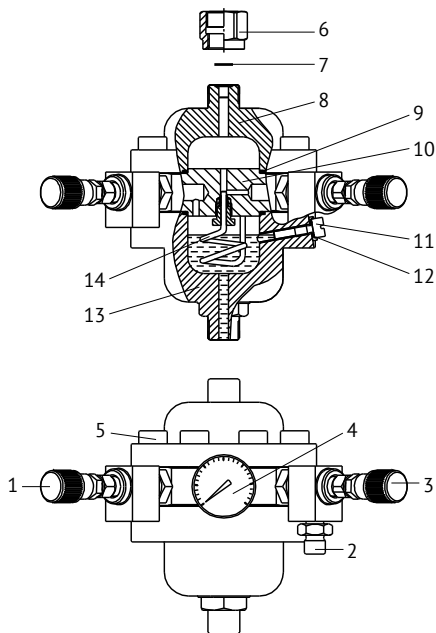

Рис. 1. Устройство разделителя
4.1 Конструкция разделителя показана на Рис. 1.
4.2 Корпус верхней камеры 8 (Рис. 1), вентильный блок 10 и корпус нижней камеры 13 соединены между собой винтами 5, а герметизация
6.3 Выкрутите винт 11 (Рис. 1).
6.6 Закрутите *винт 11* и установите *спец. уплотнение 12* (*Рис. 1*).
7.2 Установите поверяемое СИ на разделитель. Закрепите его на корпусе верхней камере при помощи *присоединительной гайки 6* (Рис. 1).
7.7 Для точки более низкого давления, снижайте давление в разделителе до необходимого (давление отслеживайте по поверяемому манометру) путём медленного открытия *вентили снижения давления 1 (Рис. 1)*.
8.2.4 Проверьте целостность *резинометаллического уплотнения 6 (Рис. 1)*, при необходимости замените.